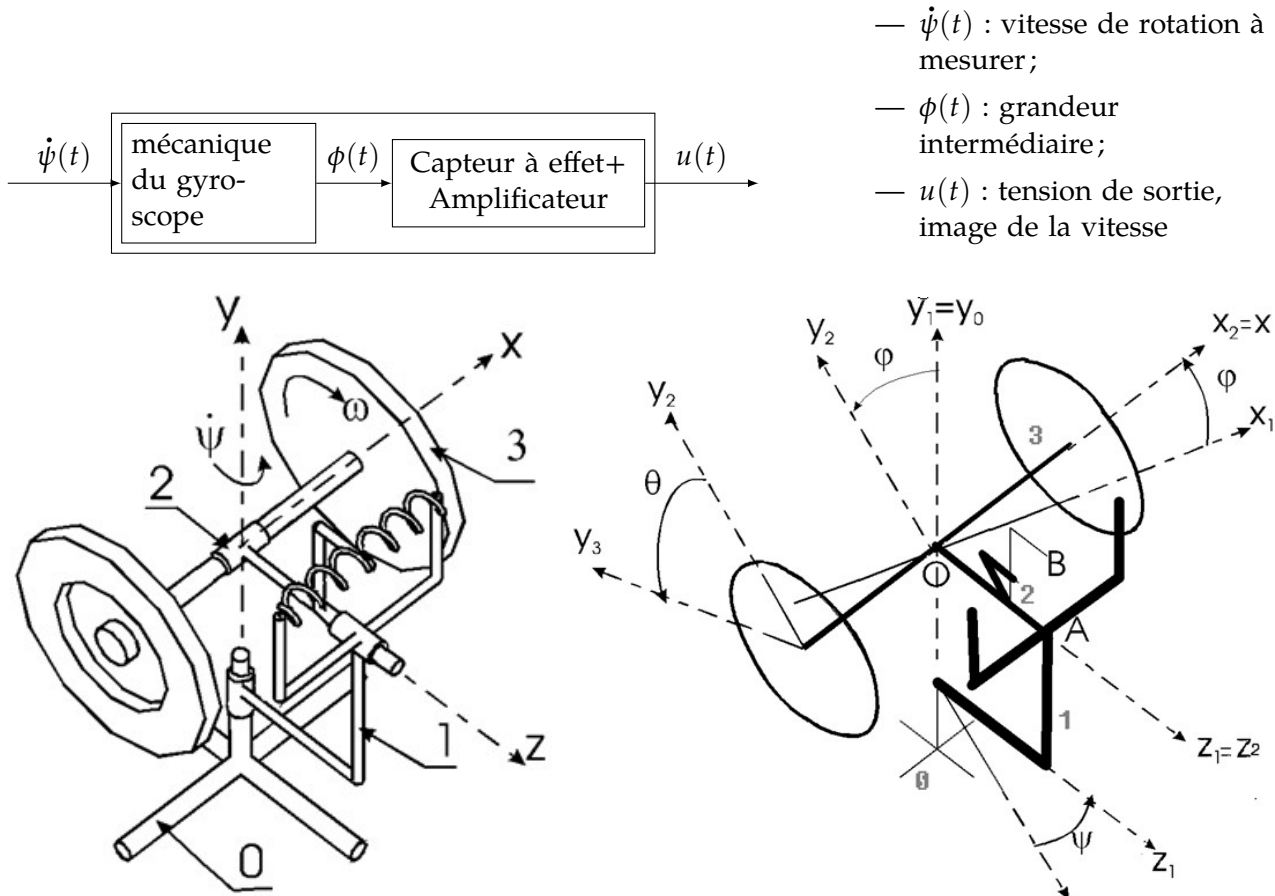

FIGURE 6 – structure mécanique du gyromètre et paramètres
A.2. Description de la partie mécanique du gyromètre : (voir la figure 6)
Le schéma de la partie mécanique du gyromètre (Voir figure 6) fait apparaître 4 solides :